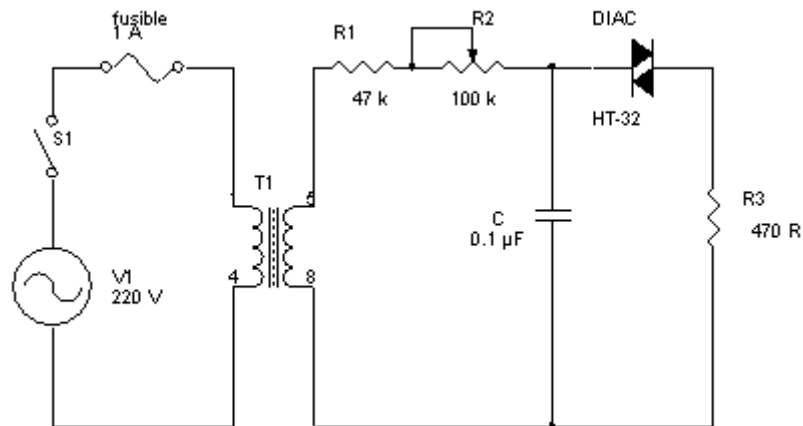

Figure 9-1 : Circuit à base d'un DIAC.
**2. Montez le circuit qui apparaît à la figure 9-1. assurez-vous que l'interrupteur S1 est ouvert et que le potentiomètre R2 occupe la position centrale.**